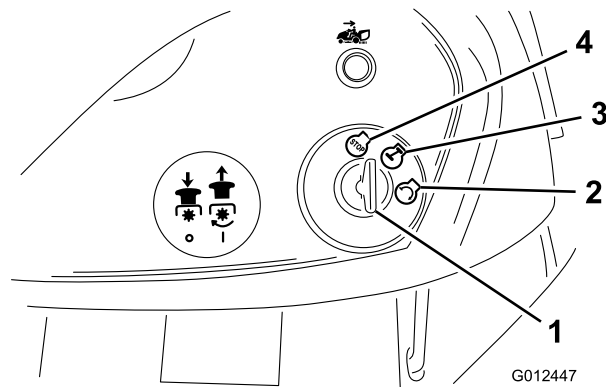

Bild 11
7. Drehen Sie den Zündschlüssel nach rechts und halten ihn auf Start (Bild 11).
2. Drehen Sie den Zündschlüssel auf die Aus-Stellung (Bild 11).